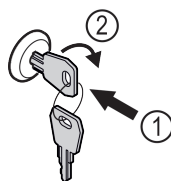

Fig. 184
- ▶ Вставьте ключ. Fig. 184 (1)
- ▶ Поверните ключ на 90° по часовой стрелке. Fig. 184 (2)